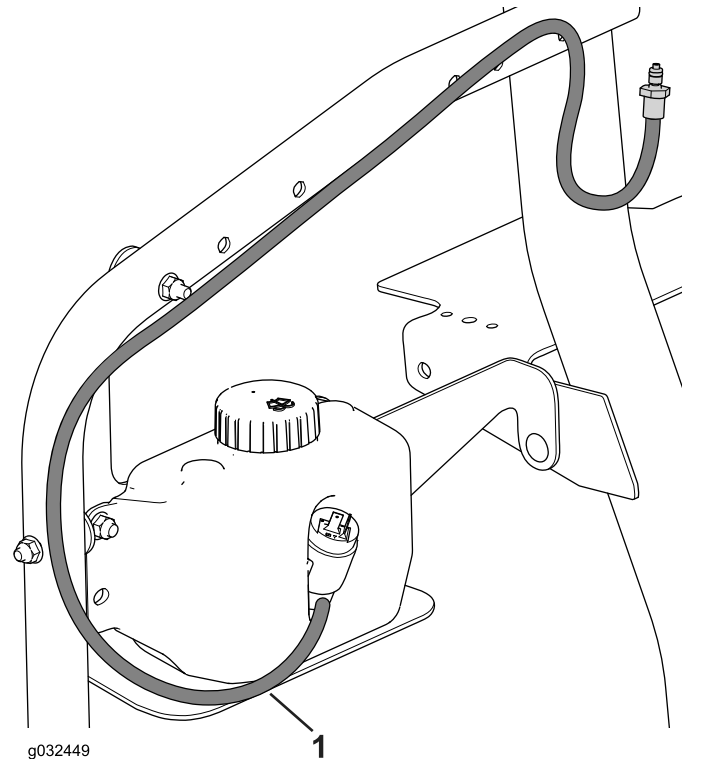

Figure 32
5. Raccordez le tube de lave-glace au réservoir de lave-glace et fixez-le au cadre par des serre-câbles (Figure 32).